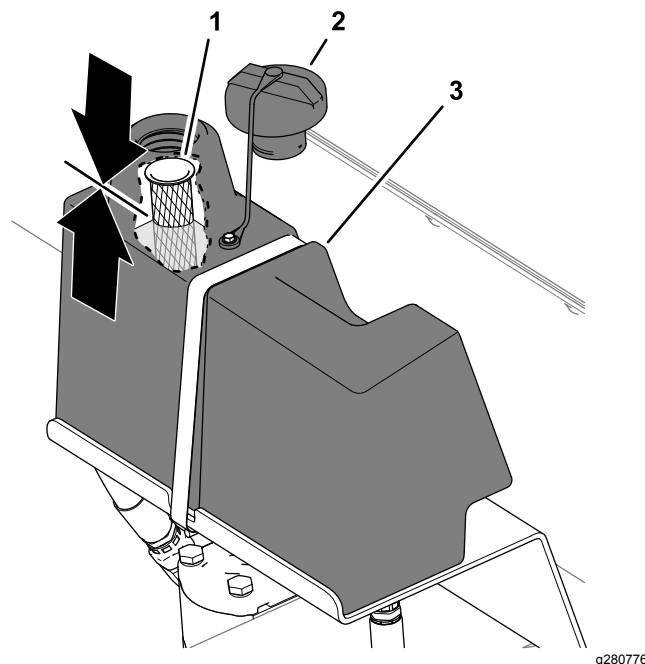

Figura 35
2. Pulite l'area attorno al collo del bocchettone e al tappo del serbatoio idraulico e togliete il tappo (Figura 35).
3. Controllate il livello del fluido idraulico. Il livello del fluido deve essere a circa 1/2 della protezione nel collo del bocchettone (Figura 35).
5. Montate il tappo del serbatoio idraulico (Figura 35).
5. Pulite l'area attorno al collo del bocchettone e al tappo del serbatoio idraulico e togliete il tappo; fate riferimento alla Figura 35 in Controllo del fluido idraulico \(pagina 28\).
8. Montate il tappo del serbatoio idraulico; fate riferimento alla Figura 35 in Controllo del fluido idraulico (pagina 28).